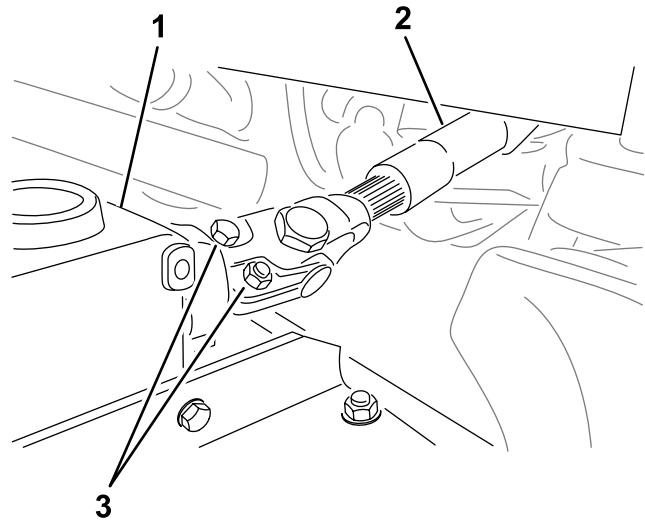

Figure 4
3. Glissez la chape de l'arbre de PDF sur l'arbre du boîtier d'engrenages et fixez les arbres ensembles avec 2 boulons et écrous insérés en sens opposé l'un à l'autre (Figure 4).
| 4. Serrez les boulons et les écrous (Figure 4) ; voir le Manuel de l'utilisateur pour les couples de serrage spécifiés. | |